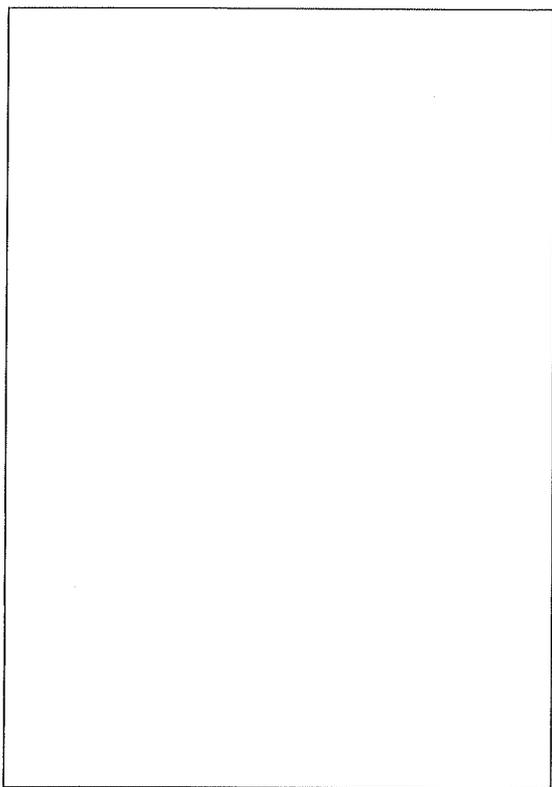

Рис. 54. Устройство контроля блокировки кронштейнов
7. Плотно привинтите удлинительную втулку (12) к выступающей части пружины-толкателя штифта (5).
8. Убедитесь в том, что устройство, блокирующее перемещение кронштейнов работает правильно, нажимая в направлении вверх на удлинитель пружины-толкателя (1) и, перемещая кронштейн в одном из 2 направлений таким образом, чтобы после небольшого поворота штифт возвращался в исходное положение (Рис. 54).